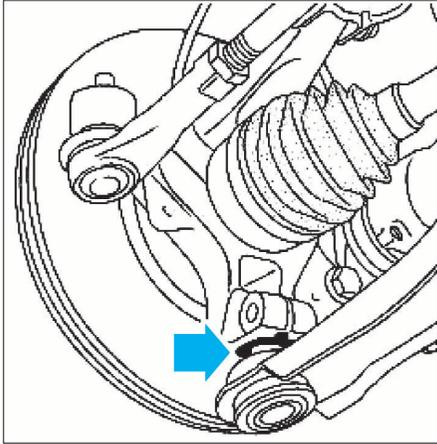

FIG. 7
- engager la rotule dans le pivot (contrôler le bon positionnement de la rondelle de protection sur la rotule du bras inférieur (Fig.7). Orienter la tête de vis de la rotule inférieure vers l'avant du véhicule.
- contrôler le bon positionnement de la rondelle de protection sur la rotule du bras inférieur (Fig.7)